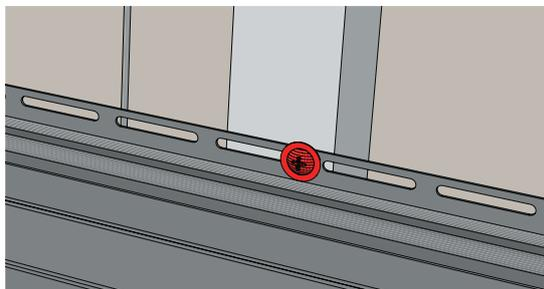

Рисунок 3
- 6.2** Фиксировать саморезы необходимо только в подготовленные для этого места на панели, которые заложены заводом изготовителем. Фиксация саморезов в «тело материала» категорически запрещена (рис. 3,4). Отсутствие возможности «движения» фасадного материала при тепловых расширениях приводит к деформации сайдинга.